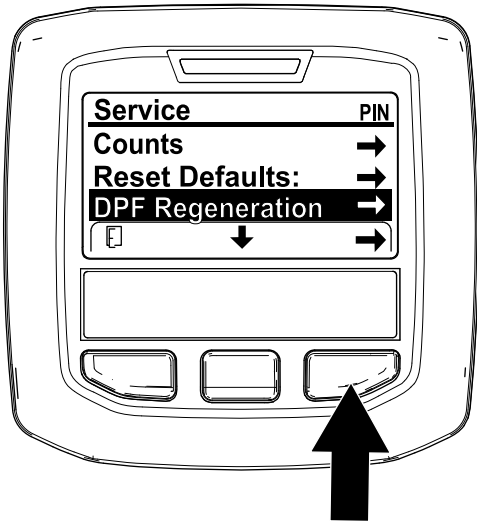

Figura 40
1. Accedete al menu Service e premete il pulsante centrale per scorrere il menu verso il basso fino all'opzione DPF REGENERATION (Figura 40).
2. Premete il pulsante destro per selezionare la voce DPF Regeneration (Figura 40).